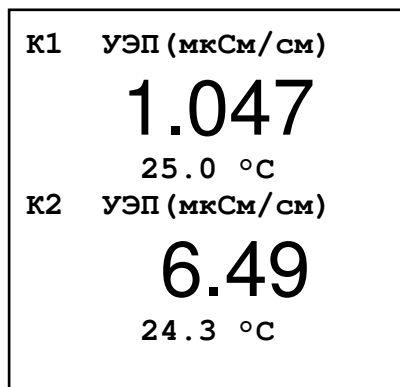

Рисунок 6 - Измерения по двум каналам
- «1-й и 2-й канал» – задаётся отображение измеренных значений по первому и второму каналу (смотри рисунок 6);